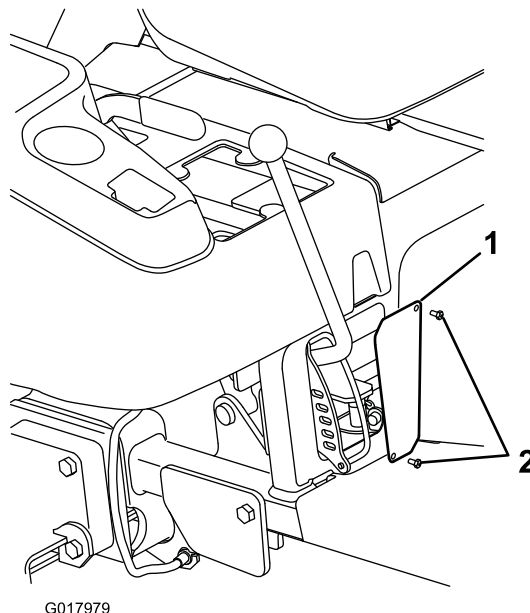

Figura 9
1. Montate il pannello schermante nuovo sulla **parte posteriore** dell'apertura nel telaio mediante 2 viti a testa cilindrica (n. 10 x 1/2 poll.) (Figura 9).